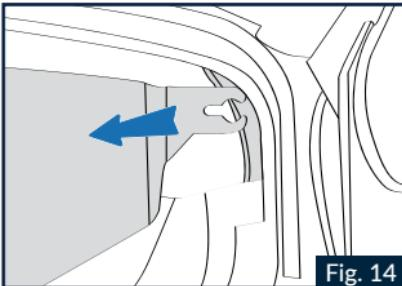

Fig. 14
- 3.2. Afferrare la parte laterale sinistra dello schermo parasole e tirarlo verso l'esterno del casco (Fig. 14).
- 4.2 Inserire l'estremità sinistra dello schermo parasole nella guida stessa sino al completo aggancio nella sede della calotta (Fig.14).